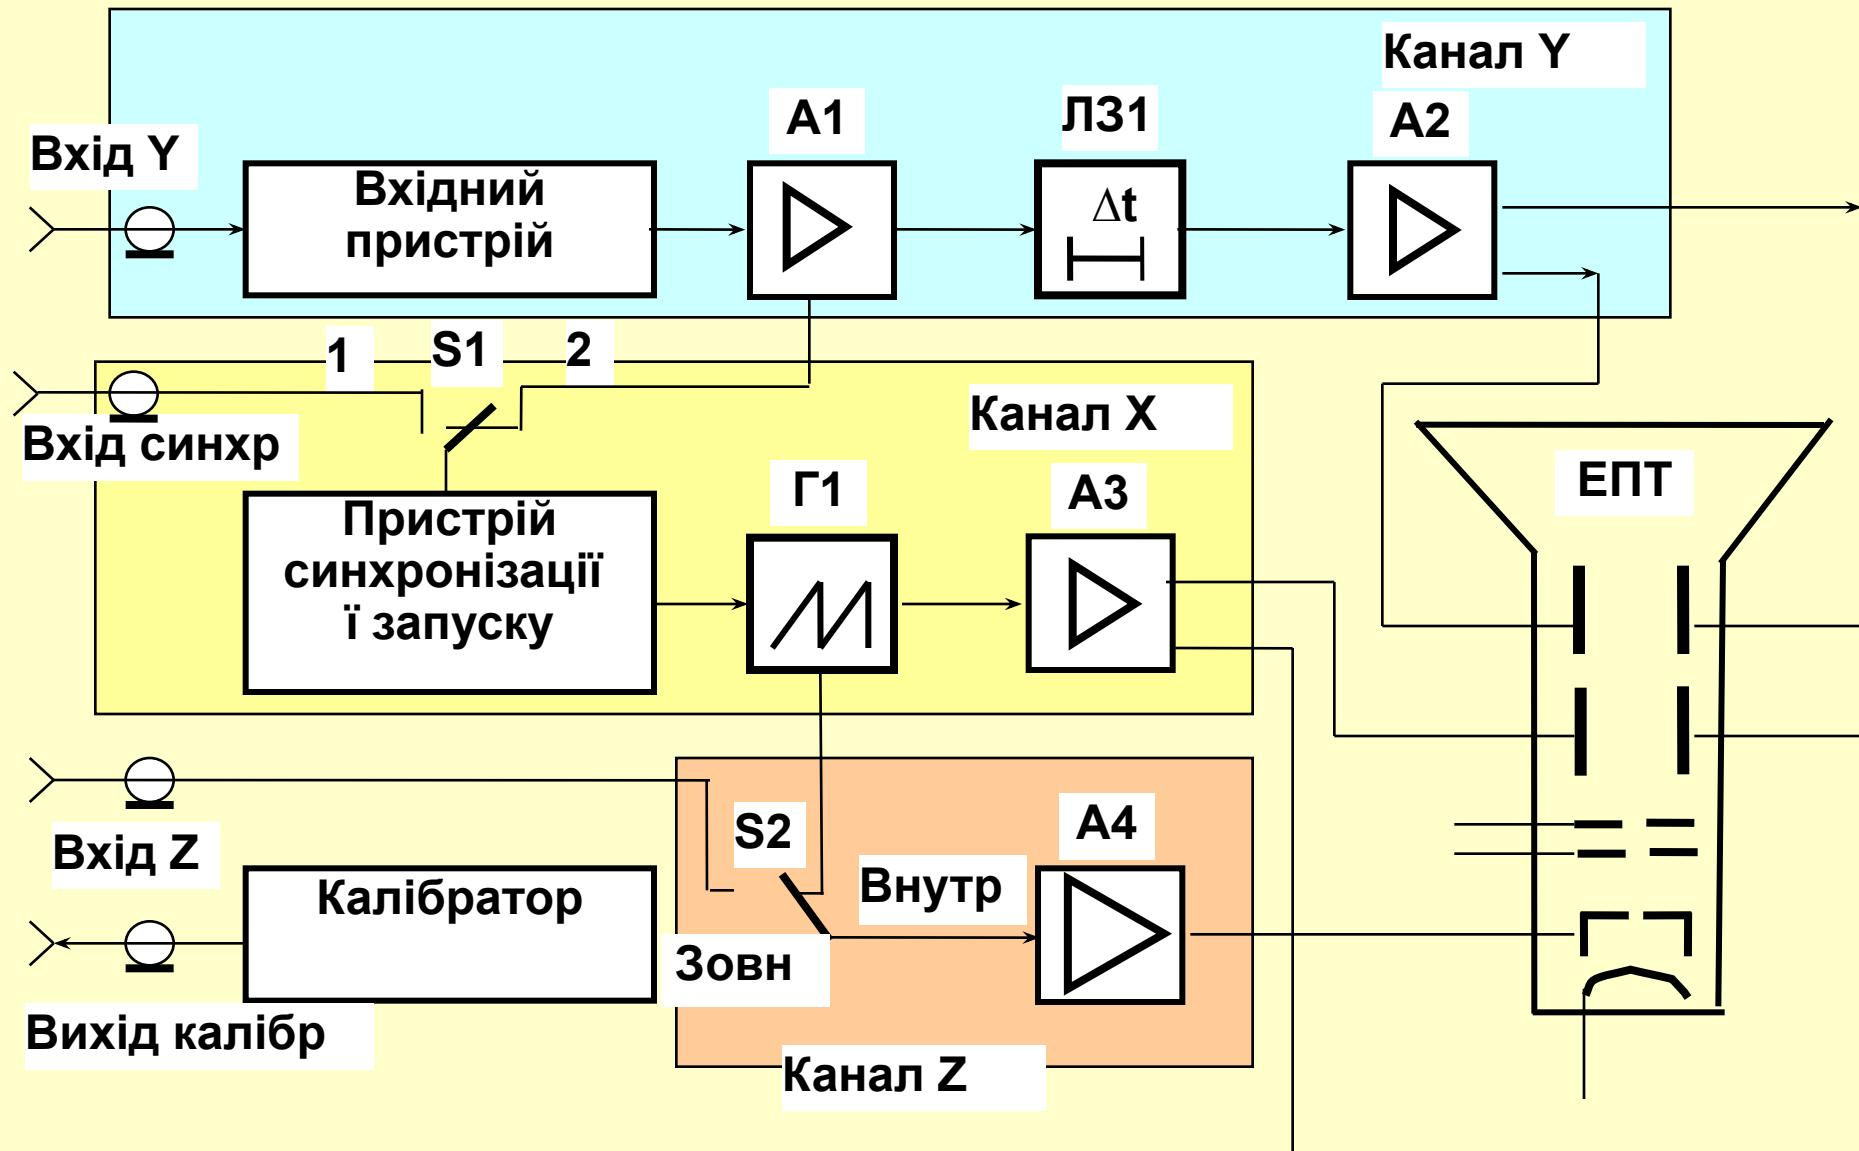

Рис.2. Структурна схема електронного осцилографа
**Спрощена структурна схема електронного осцилографа, який працює у реальному масштабі часу, зображена на рис.2.**